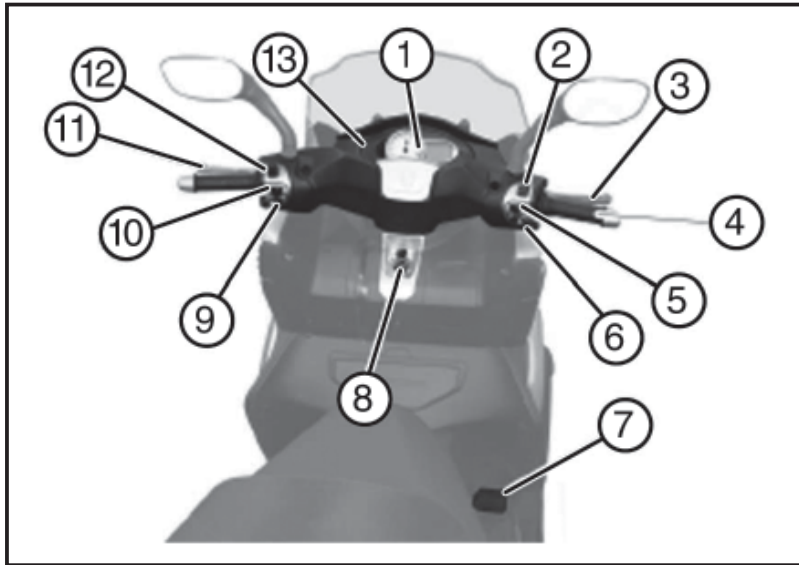

Fig. 01
4.6 LEGENDE PLANCHE DE BORD (Fig. 01)